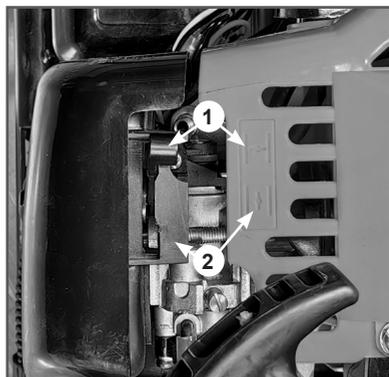

Рис. 6 Рычаг управления воздушной заслонки
3. Закройте воздушную заслонку. Для этого рычаг управления заслонки переведите в верхнее положение 1 (Рис. 6).
6. После первой вспышки переведите рычаг управления воздушной заслонки в положение «ОТКРЫТО» (Рис. 6). Проверните коленчатый вал двигателя ручным стартером до тех пор, пока не почувствуете сопротивление, затем медленно опустите ручку стартера вниз. Снова медленно потяните за ручку стартера, пока не почувствуете, что стартер вошел в зацепление с маховиком, после чего, резко и с усилием потяните за ручку стартера. Повторите это действие 1-3 раза, двигатель должен запуститься.